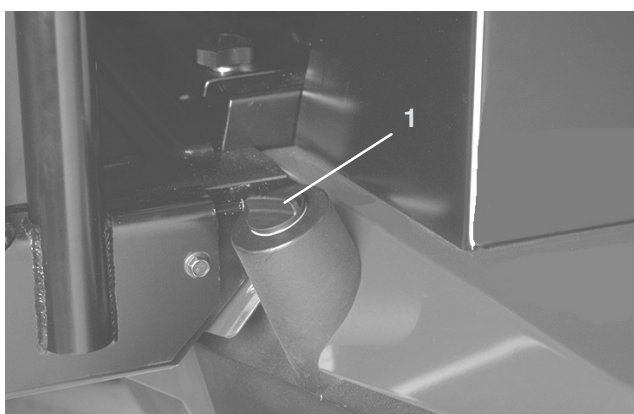

Figure 18
2. Nettoyez la surface autour du goulot de remplissage et du bouchon du réservoir hydraulique (Fig. 18). Enlevez le bouchon du goulot de remplissage